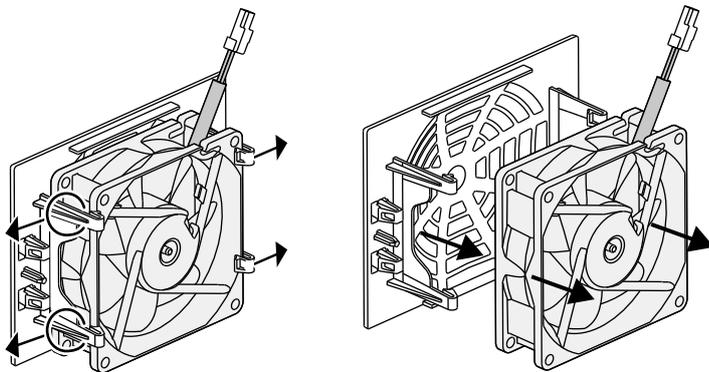

Fig. 66 : Démontage de la grille du ventilateur
5. Il est encore possible de retirer le ventilateur de sa grille. Pour cela, appuyer légèrement sur les pattes de fixation vers l'extérieur et extraire le ventilateur.  **Fig. 66**